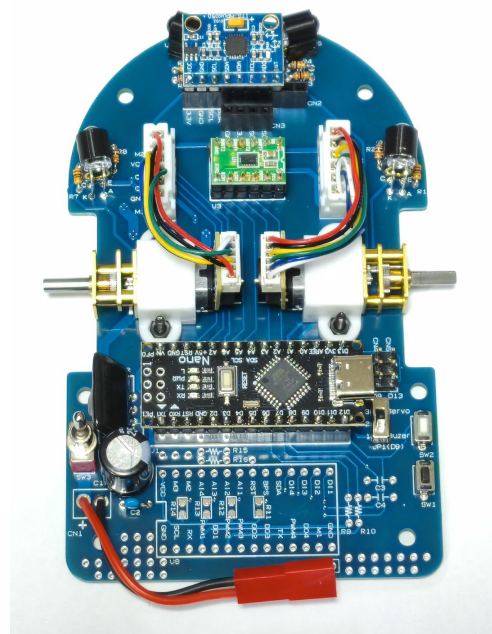

図6-4
4. 「1. 2. 3.」ではんだ付けした各ボードを、基板へ図6-4を